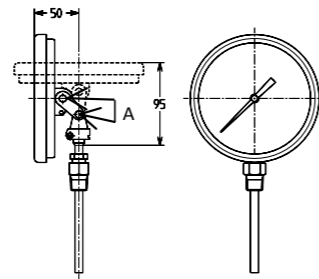

Fig.1
L'instrument ne peut être installé dans des atmosphères potentiellement explosives que si les marquages indiqués sur la fig.1 sont indiqués. La classification de température de l'instrument dépend uniquement des conditions de travail (température maximale mesurée). La série de thermomètres ne contient aucune source d'inflammation potentielle.
- revisser les deux vis «A». (voir Fig. 1)